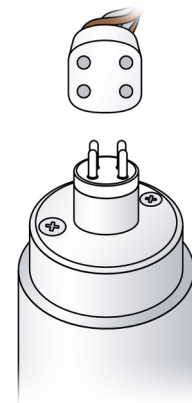

Fig. 3
- c) Retirez la trappe d'accès latérale (tournez la vis de 90° dans le sens horaire ou antihoraire) (Fig. 3)
- BRANCHEZ le connecteur de la lampe à l'extrémité de la lampe UV en vous assurant que le connecteur est correctement aligné sur les broches de la lampe (voir la figure 3 de la page précédente).